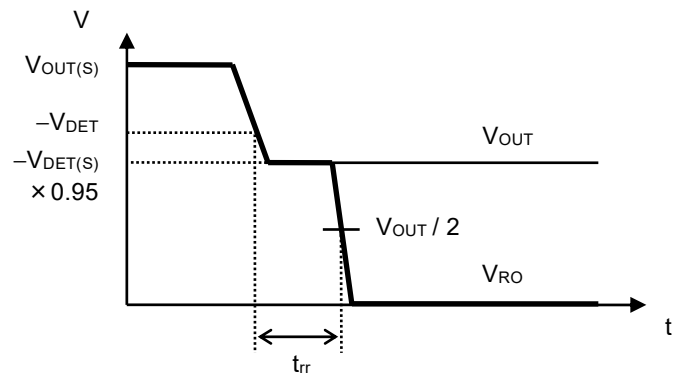

図8 リセット反応時間
*4. V_{OUT} が $-V_{\text{DET}}$ を下回ってから実際にRO端子の出力が反転するまでの時間 (図8参照)。